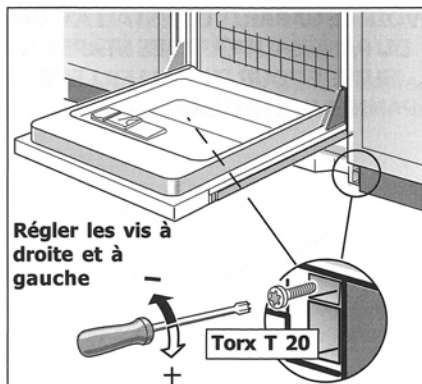

Figure 22
- Insérer les vis dans les côtés droit et gauche et régler le ressort de tension tel qu'il est illustré à la figure 22.